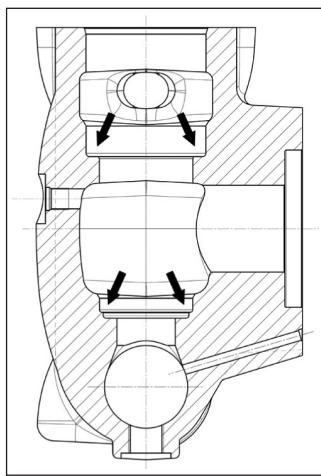

Fig. 88
Avant de replacer les groupes de la soupape, nettoyer et essuyer à fond les logements correspondants situés dans la tête et indiqués par les flèches (rep. ①, Fig. 88).